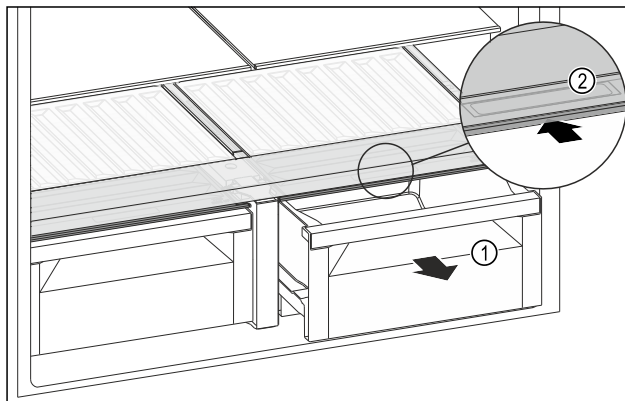

Fig. 132
- Vytiahnite zásuvku *Fig. 132 (1)*.
- Uchopte priehľbinu na rukoväť *Fig. 132 (2)* na veko zásuvky a súčasne tlačte veko zásuvky dozadu.